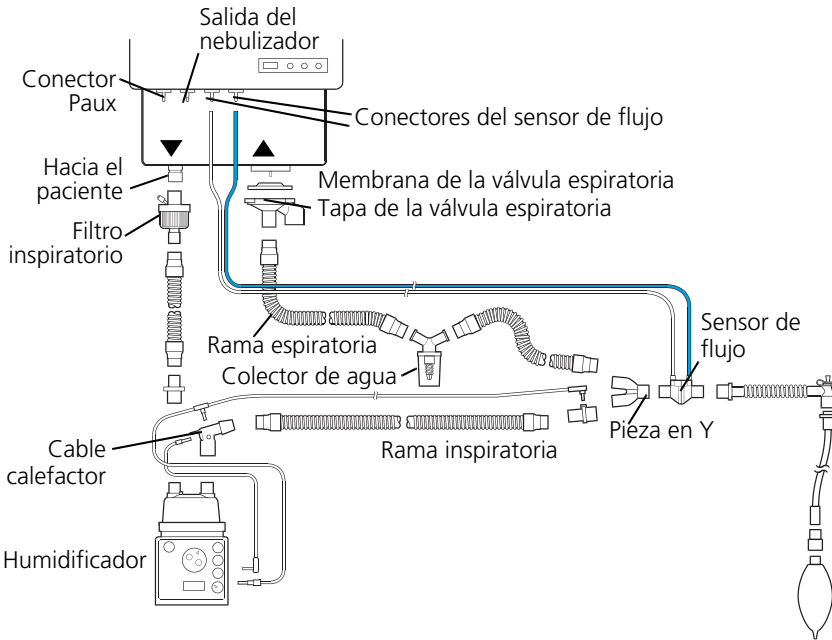
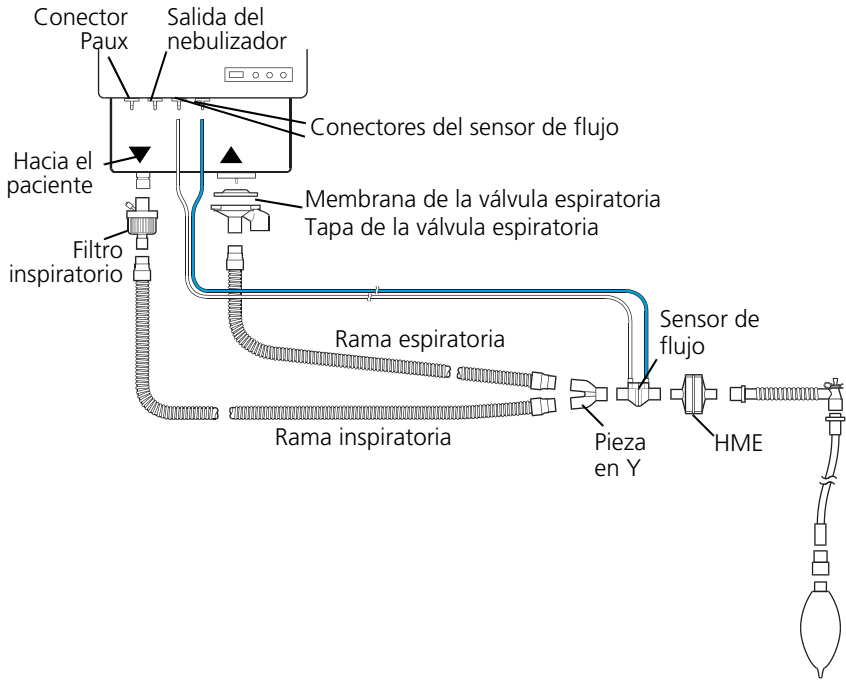

Figura 2-5. Circuito de respiración del paciente para uso con el cable calefactor inspiratorio (pediátrico/adulto)
Figura 2-8. Circuito de respiración del paciente para uso con HME
2. Monte el circuito respiratorio del paciente. De la Figura 2-5 a la Figura 2-8 se muestran cuatro configuraciones de circuito típicas; para ver la información de pedido, consulte el Apéndice F del catálogo de productos de HAMILTON MEDICAL. Siga las directrices específicas para los diferentes componentes.